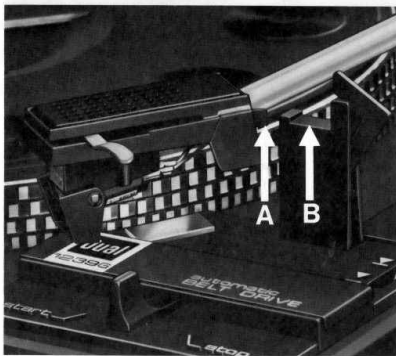

Fig. 10
Der Tonarm ist ausbalanciert, wenn Kante „A“ des Tonarmkopfprofils und Kante „B“ der Tonarmstütze auf gleicher Höhe sind (Fig. 10), oder wenn der Tonarm sich nach Antippen in vertikaler Richtung wieder von selbst in die horizontale Lage einpendelt. Beim Ausbalancieren des Tonarmes muß dieser von der Kinematik entkoppelt sein. Tonarmluft in Stellung Σ bringen und eventuell Plattenteller von Hand im Uhrzeigersinn (einige Umdrehungen) drehen.
Le bras de lecture est équilibré, lorsque le bord "A" du profil de la tête et le bord "B" du support du bras sont au même niveau (Fig. 10), ou lorsqu'après une légère pression verticale exercée sur le bras, celui-ci revient de lui-même à la position horizontale. Lors de l'équilibrage, le bras de lecture doit être découplé de la chaîne cinématique. Amener le lève-bras dans la position Σ et tourner éventuellement le plateau à la main dans le sens des aiguilles d'une montre (quelques tours).
The tonearm is exactly balanced when edge "A" of the tonearm head profile is at precisely the same height as edge "B" of the tonearm rest (Fig. 10), or when the tonearm, tapped vertically, returns automatically to a horizontal position. When balancing the tonearm, the automatic mechanism must be disengaged. To be sure of this, place the cue control in position **II** and turn platter by hand clockwise a few rotations.
El brazo estará equilibrado cuando el canto "A" de la cabeza se encuentre a la misma altura que el canto "B" del soporte (Fig. 10), o cuando al hacer oscilar el brazo verticalmente este vuelva a su posición horizontal al encontrarse en reposo. Para equilibrar el brazo habrá que liberarlo de su dispositivo de accionamiento. A tal fin hay que elegir la posición **II** en el dispositivo de elevación/descenso del brazo y, eventualmente, girar con la mano el plato en sentido de las manecillas del reloj (unas vueltas).
Il braccio sarà esattamente bilanciato quando lo spigolo „A“ della sua estremità e lo spigolo „B“ del supporto del braccio si troveranno alla medesima altezza (Fig. 10), oppure quando il braccio, dopo averlo sollevato o abbassato, si riporta da solo in posizione orizzontale. Nell'effettuare il bilanciamento del braccio, la leva di comando deve rimanere in posizione di riposo, in modo che il braccio sia svincolato dall'automatismo. Portare il sollevabraccio in posizione **II** e far fare alcuni giri in senso orario al piatto.
1. Ställ nåltrycket (9) på "0" lossa tonarmen och vrid ut den från stödet.
2. Justera därefter antiskatingvisaren (12) inom nollområdet, tills tonarmen slutar att vrida sig i horisontalplanet.
3. Om tonarmen inte pendlar in och stannar i vågrätt läge, lossa fästskruven (11) och gör en grovjustering av motvikten genom att försjukta motvikten, så att ungefärlig balans erhålls. Läs därefter åter fast motvikten med skruven.
4. Finjustera balansen genom att vrida motvikten. Tonarmen är rätt balanserad när kanten A på monteringsbryggan ligger i nivå med kanten B på tonarmsstödet (Fig. 10). Om man nu vippar på tonarmen i vertikalläge, skall den av sig själv pendla tillbaka till horisontalläget. Vid utbalansering av tonarmen måste "start"/"stopp" vredet stå i neutral-läge så att tonarmen är frikopplad från automatiken. Om vredet icke står i neutral-läge, ställ tonarmsnedlägget i läge **II** och snurra skivtallriken för hand medurs några varv.